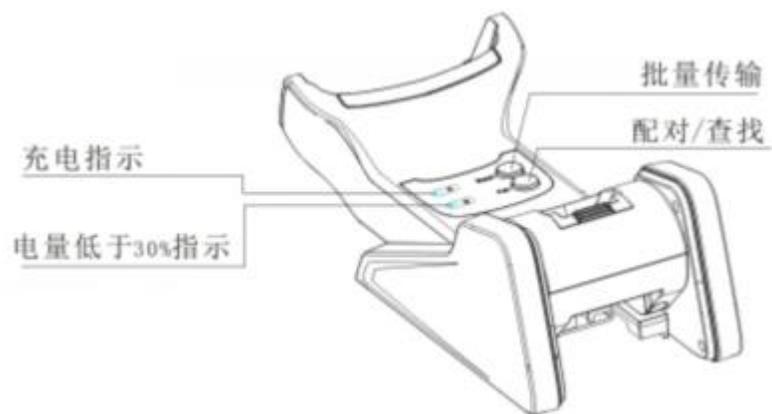

图 1-2
- ◇ 手动批量模式：不考虑是否存在蓝牙网络，扫描器解码成功后将条码自动保存到用户 FLASH 内，将无线枪放置在底座上，按下底座上的“Batch”键（见图 1-2）后实现批量传输。